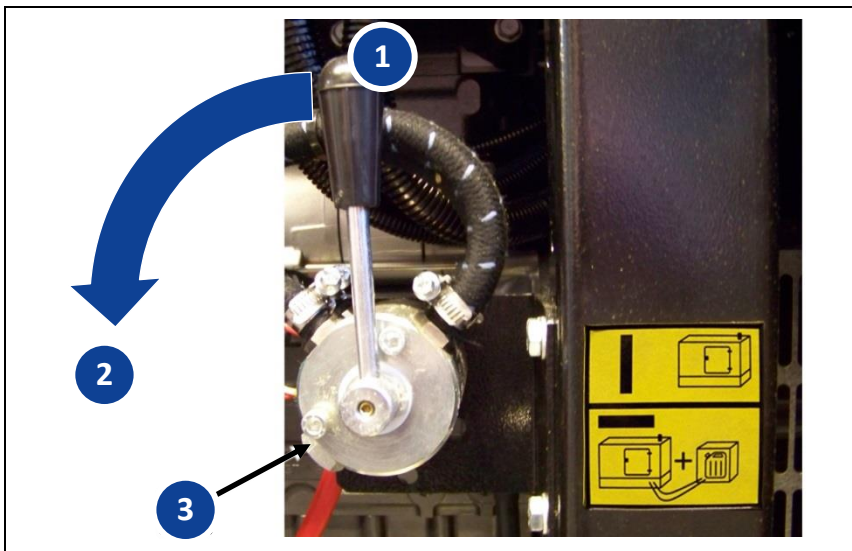

Abb. 7-8 2-Wege-Kraftstoffhahn
- vorbereiteter Anschluss eines externen Betankungssystems (1/4"-Einschraubnippel) anstelle der Blindstopfen Abb. 7-8 3)